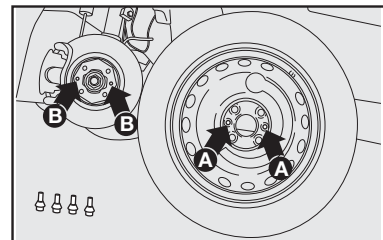

fig. 8
- Montar a roda sobressalente, encai- xando os furos **A-fig. 8** com os respec- tivos pinos **B-fig. 8**.
- Atarraxar apenas um dos parafusos **A-fig. 8**, em correspondência com a válvula de enchimento **B-fig. 9**.